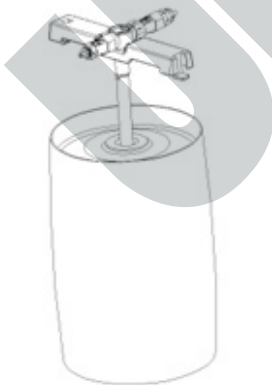

Abb.4
4. Richten Sie das Anstechrohr der Anstecheinheit gegen den Stopfen auf der oberen Mitte des Fasses (Abb. 4). Je nach Fass-Art muss zuvor der Verschluss entfernt und/oder ein Stopfen ausgetauscht werden, siehe Kapitel „Bierfass-Stopfen“. Drücken Sie das Anstechrohr zügig in das Fass, bis die Anstecheinheit richtig im Fass eingerastet ist.